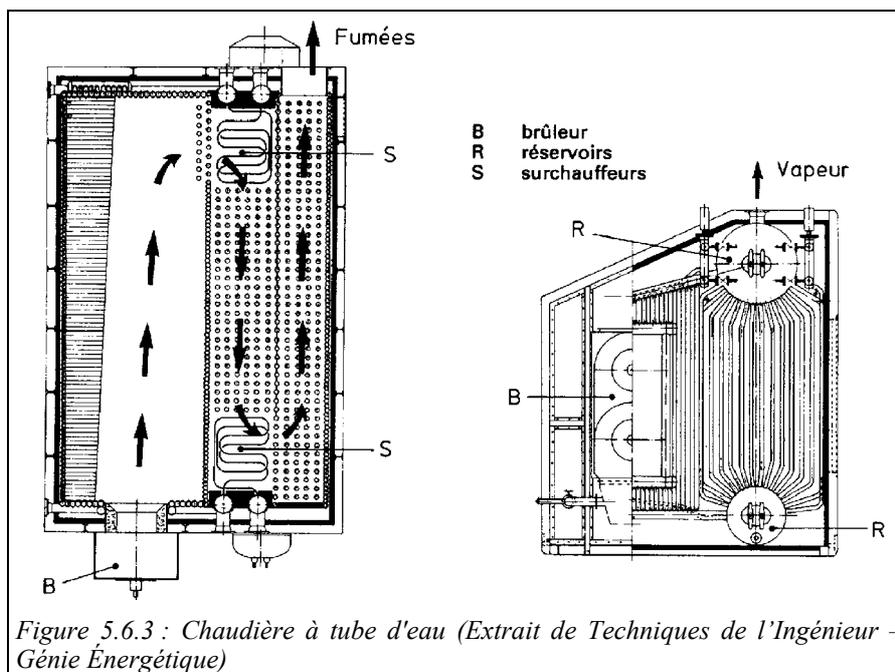

Figure 5.6.3 : Chaudière à tube d'eau (Extrait de *Techniques de l'Ingénieur – Génie Énergétique*)
- dans les secondes (figure 5.6.3), l'eau circule à travers un réseau de tubes, par convection naturelle ou forcée, entre deux ballons placés l'un au-dessus de l'autre (à l'exception des chaudières supercritiques, dont il sera question section 6.1.6). La flamme se développe dans un foyer tapissé de tubes qui absorbent le rayonnement. Un second faisceau de tubes reçoit sa chaleur des fumées par convection. L'eau monte dans les tubes soumis au rayonnement, et descend par le faisceau de convection.